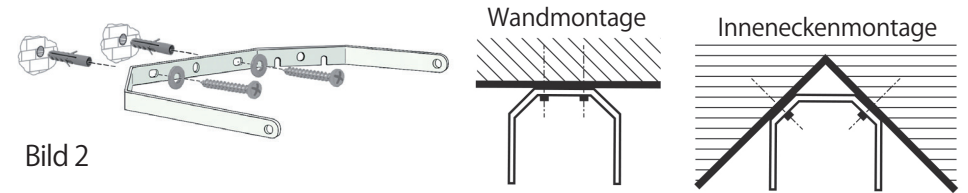

Bild 2
- Die Bohrlöcher an den entsprechenden Stellen anzeichnen, die Löcher bohren und die Dübel einsetzen. Bei Holzwänden oder Leichtbauwänden passendes Material verwenden. Den Halter mit Schrauben und mit Unterlegscheiben anschrauben (Bild 2).